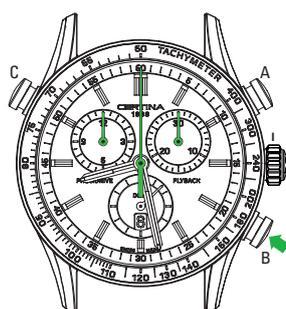

Fig. 10
- B** Azzeramento dei contatori (secondo la Fig. 10)